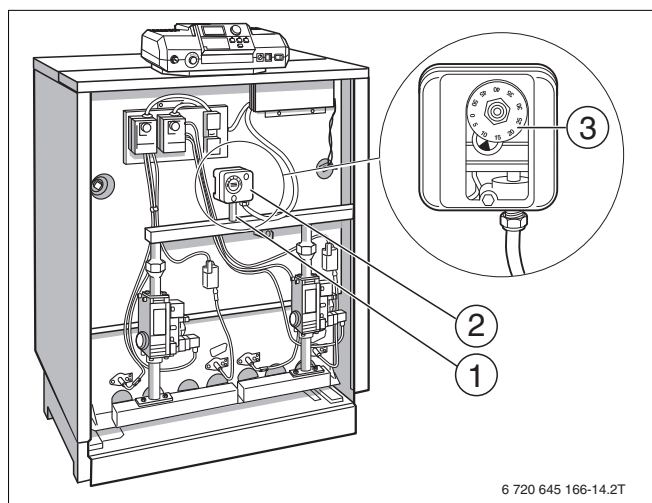

Рис. 26 Реле контроля давления газа
- Установите реле контроля давления газа (Рис. 26, поз. 1) (входит в комплект деталей для перехода на другой вид газа) регулировочным диском вперед на уголок звена трубопровода.